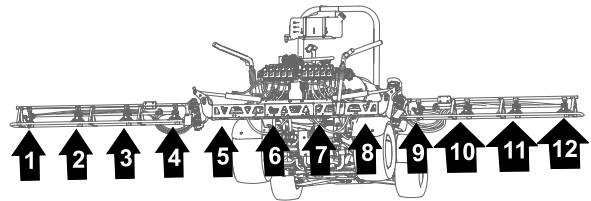

Figure 127
1. Faites passer les flexibles des buses de pulvérisation 1, 2, 3 et 4 dans le collier en R sur l'extrémité extérieure gauche de la section de pulvérisation centrale (Figure 127 et Figure 128).
2. Faites passer les flexibles des buses de pulvérisation 7, 8, 9 et 10 dans le collier en R sur l'extrémité extérieure droite de la section de pulvérisation centrale (Figure 127 et Figure 128).
de la section de pulvérisation vers les buses de pulvérisation 1 et 10, comme montré à la Figure 127 et la Figure 128.
4. Acheminez les flexibles d'alimentation de 234 cm et les anneaux cannelés (3/4") le long de la section de pulvérisation vers les buses de pulvérisation 2 et 9, comme montré à la Figure 127 et la Figure 128.
5. Acheminez les flexibles d'alimentation de 188 cm et les anneaux cannelés (3/4") le long de la section de pulvérisation vers les buses de pulvérisation 3 et 8, comme montré à la Figure 127 et la Figure 128.
6. Acheminez les flexibles d'alimentation de 188 cm et les anneaux cannelés (3/4") le long de la section de pulvérisation vers les buses de pulvérisation 4 et 7, comme montré à la Figure 127 et la Figure 128.